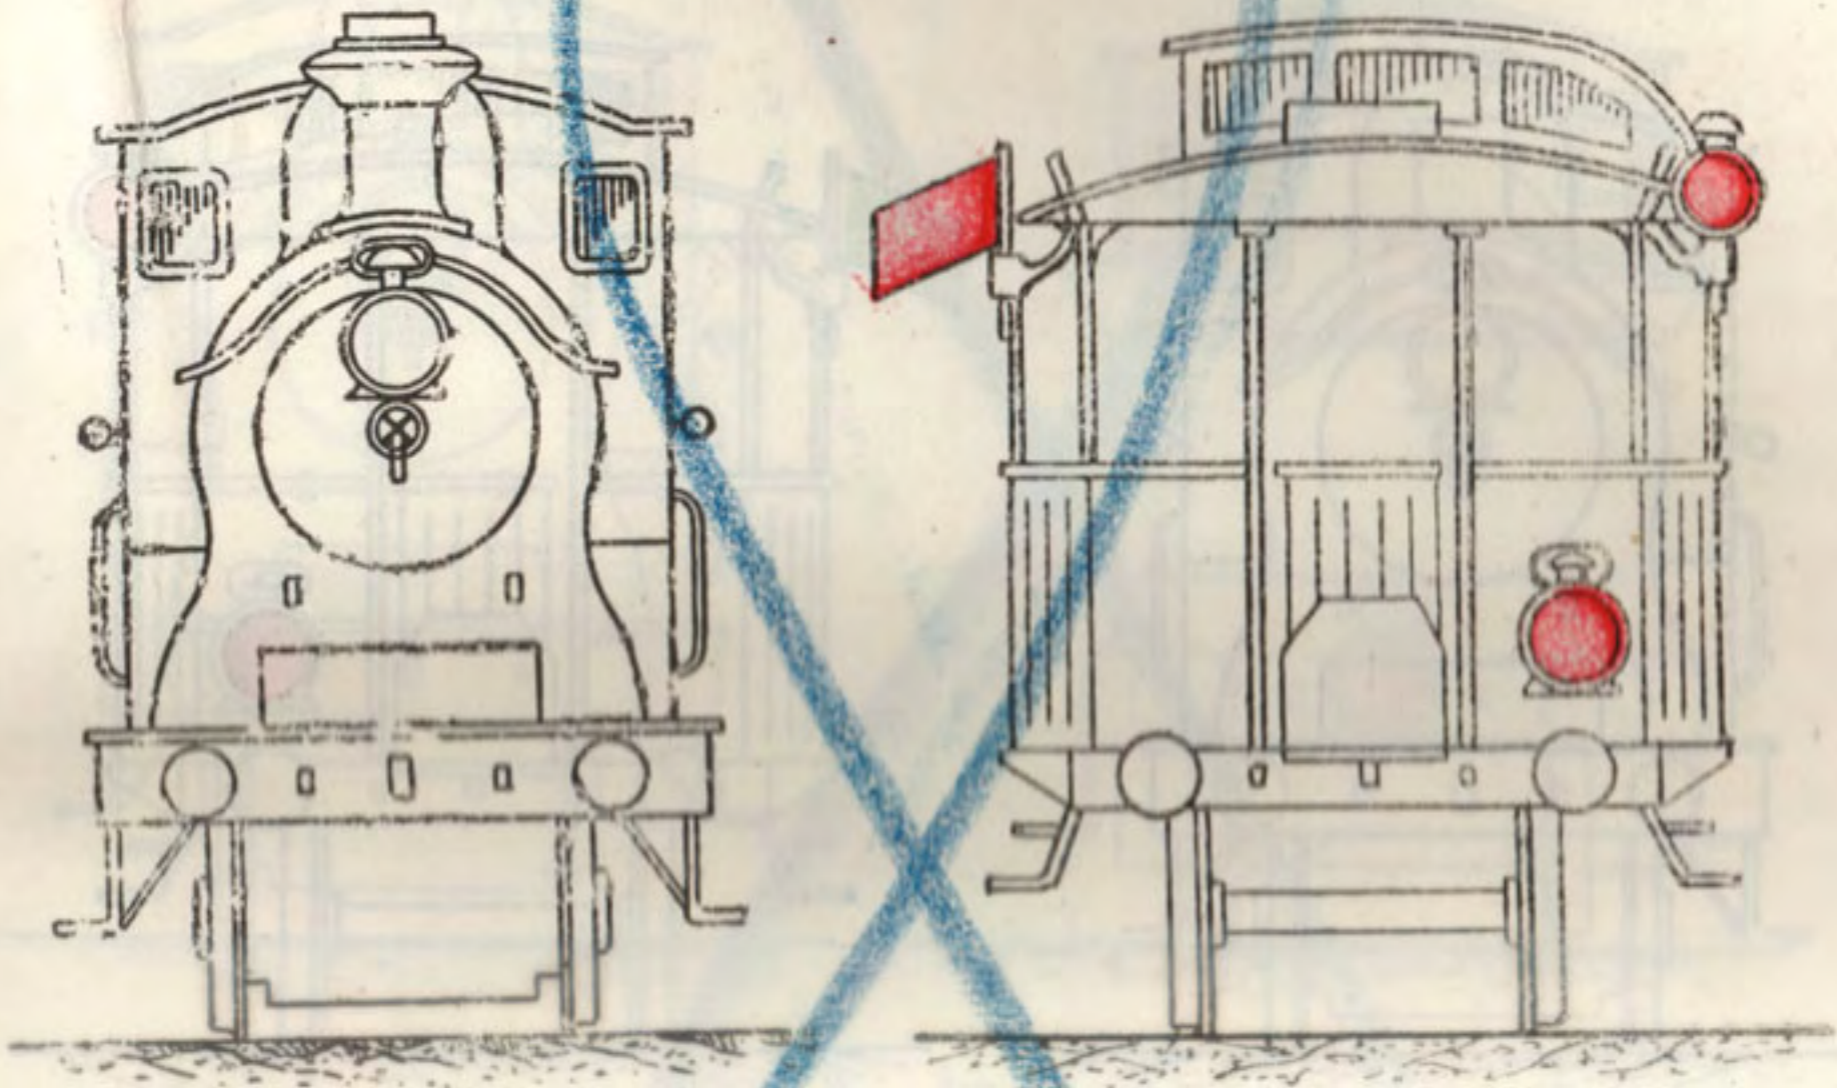

Fig. 5 : Jour.
Un drapeau **rouge**, pour annoncer un train facultatif, un train (ou une machine) extraordinaire (1) ou un train à parcours non journalier, marchand dans **le même sens** (fig. 5, pl. 3) ;